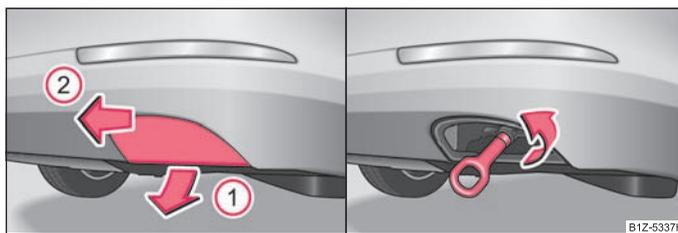

Fig. 184 Pare-chocs AR: Déposer le cache / pare-chocs arrière: Pose des oeillets de remorquage
- Déverrouillez la partie inférieure du cache en tirant vers le bas et dans le sens de la flèche (1) ⇒ fig. 184.
- Débloquez la partie supérieure du cache en tirant dans le sens de la flèche (2) et sortez-la.
- Vissez l'oeillet de remorquage manuellement vers la gauche jusqu'à ce qu'il soit en butée ⇒ fig. 184 - à droite et serrer celui-ci aussi fermement que possible. Pour le serrage, nous recommandons d'utiliser par ex. la clé de roue*, l'oeillet de serrage d'un autre véhicule ou un objet analogue que vous pouvez passer à travers l'oeillet.